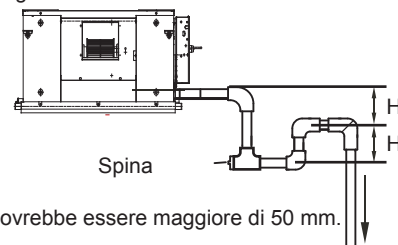

Figura 5.3 Schema del gomito di accumulo dell'acqua
- (1) Per un condotto di scarico dell'acqua collegato alla vaschetta di drenaggio principale nell'unità interna, la tubazione di scarico dell'acqua deve includere un gomito di stoccaggio dell'acqua per evitare che la pressione di carico si accumuli e causi scarso drenaggio dell'acqua, perdite d'acqua o scarico dell'acqua del condotto di uscita dell'aria quando l'unità interna è in funzione.
- (2) In uno scenario in cui l'unità interna funziona ininterrottamente per lunghi periodi (48 ore o più), in operazioni continue o in cui l'umidità relativa dell'aria è dell'85% o superiore, collegare la tubazione di scarico dell'acqua della coppa di drenaggio secondaria a la tubazione di scarico dell'acqua principale, quindi installare il gomito di accumulo dell'acqua. Installare il gomito di accumulo dell'acqua come mostrato nella Figura 5.3. Installalo in modo che sia facile da pulire.